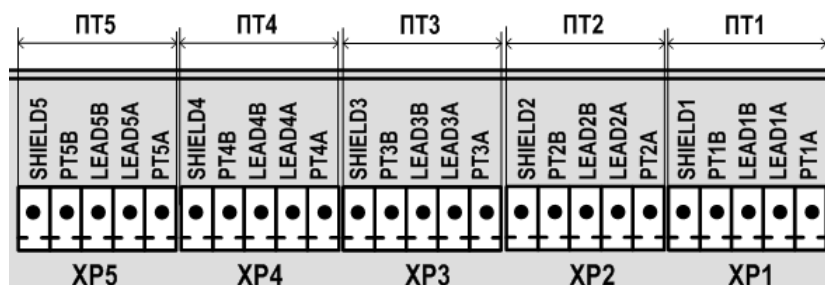

Рис.12. Обозначение коммутационных элементов подключения ПТ.
6.5.3.1. Входы предназначены для подключения преобразователей температуры с номинальным значением сопротивления 100, 500 и 1000 Ом и номинальным значением тока от 0,2 до 1,0 мА. Обозначение коммутационных элементов для подключения ПТ показано на рис.12.